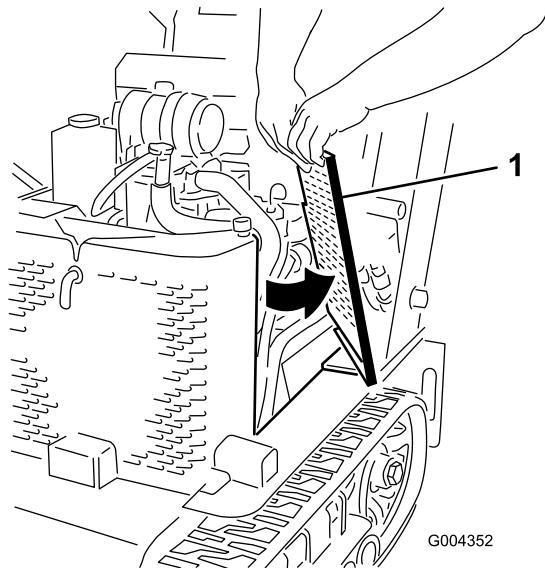

Bild 30
- Schieben Sie die Seitengitter (Bild 30) nach oben und aus den Schlitten im vorderen Gitter und im Rahmen.